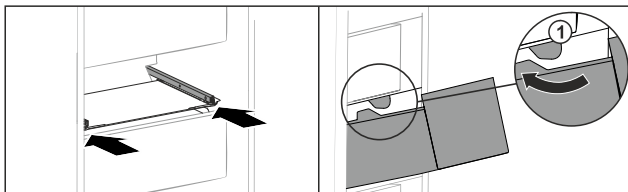

Fig. 146
- ▶ Vie vetolaatikko rajoittimen Fig. 146 (1) ohi.